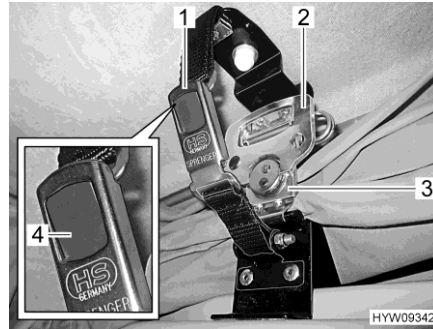

Fig. 41 Bloqueo (techo elevable para dormir)
- Tirar hacia abajo del cierre rápido (Fig. 41,3) y engancharlo en la placa de retención en ambos lados.
- De cada lado, plegar el asidero (Fig. 41,2) del cierre rápido hacia fuera y girarlo media vuelta en sentido de las agujas del reloj.
- De cada lado, encajar las dos partes del cierre de hebilla (Fig. 41,1). El pulsador gris (Fig. 41,4) engatillará.